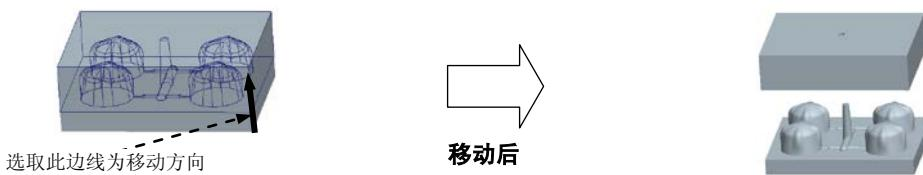

图 22.30 移动上模
(1) 在系统的提示下，先将鼠标指针移至模型中的上模位置并右击，选取快捷菜单中的 **从列表中拾取** 命令。
(2) 在系统弹出的“从列表中拾取”对话框中，单击列表中的上模模具零件 **UPPER_VOL.PRT**，然后单击 **确定 (①)** 按钮。
(3) 在“选择”对话框中单击 **确定**。
Step4. 在系统的提示下，选取图 22.30 所示的边线为移动方向，然后在系统 **输入沿指定方向的位移** 的提示下，输入要移动的距离值 150，然后按 Enter 键。